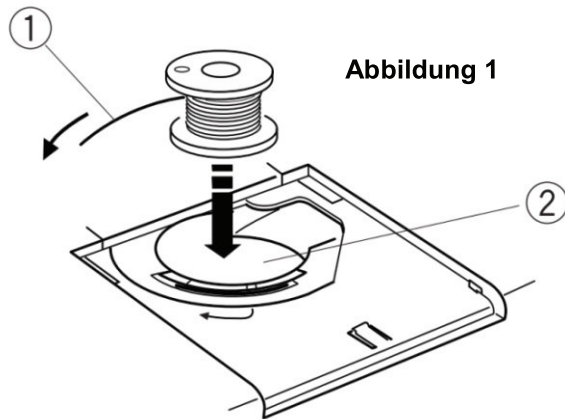

Abbildung 1
Die Spule ① setzen Sie bitte in die Spulenhalterung ② (Abb. 1). Achten Sie unbedingt darauf, dass der Faden entgegengesetzt des Uhrzeigersinns verläuft (Abb. 1).